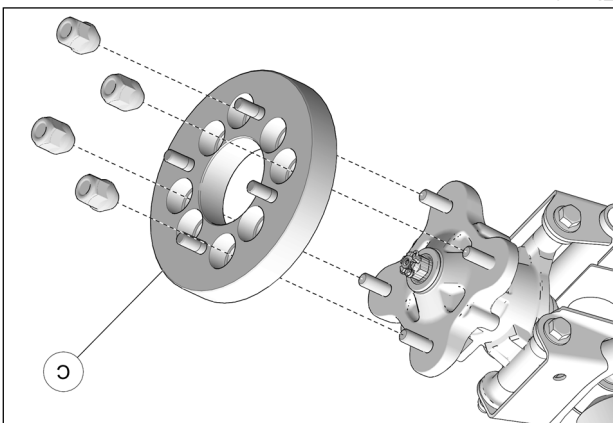
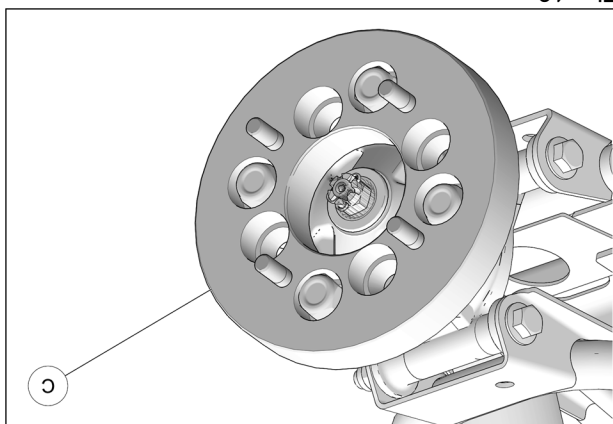

Fig. 15
Fig. 16
6. Installer l'espacer (C) de 1 po. (25mm) sur le moyeu avant. Utiliser les écrous d'origine du véhicule. Voir Fig. 15 et la Fig. 16